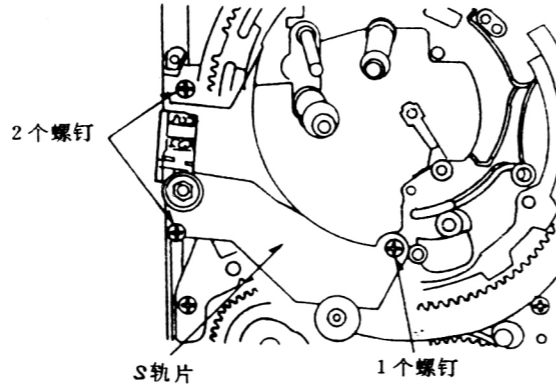

图 1-3-31
2. 如图 1-3-31 所示先安装好 S 轨片, 然后拧紧图中所示的三个螺钉。